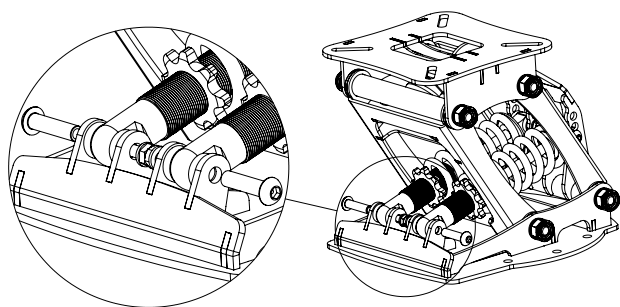

Рис. 1.
2. Установите амортизаторы (поз.2), соблюдая сторонность (верх/низ), в нижнее место крепления и зафиксируйте их винтами (поз. 4 и 6). Как показано на (рис.1).